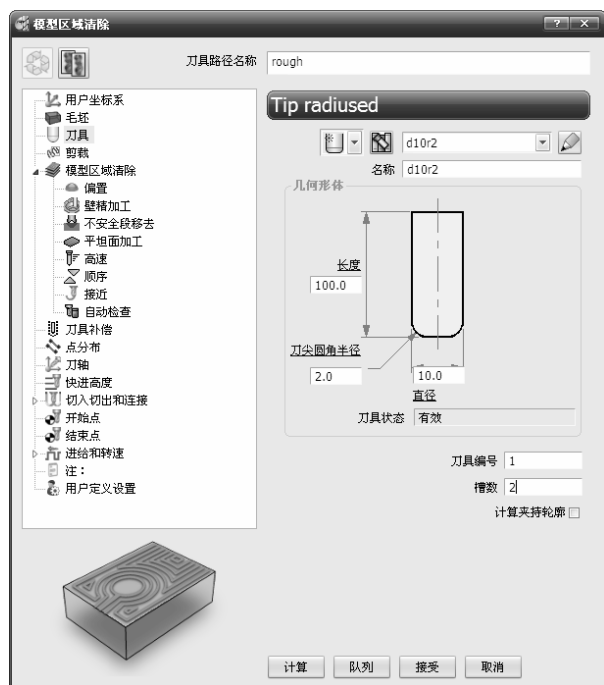

图 3-80 “模型区域清除”对话框
2) 在弹出的“模型区域清除”对话框中设置相关参数, 如图 3-80 所示。